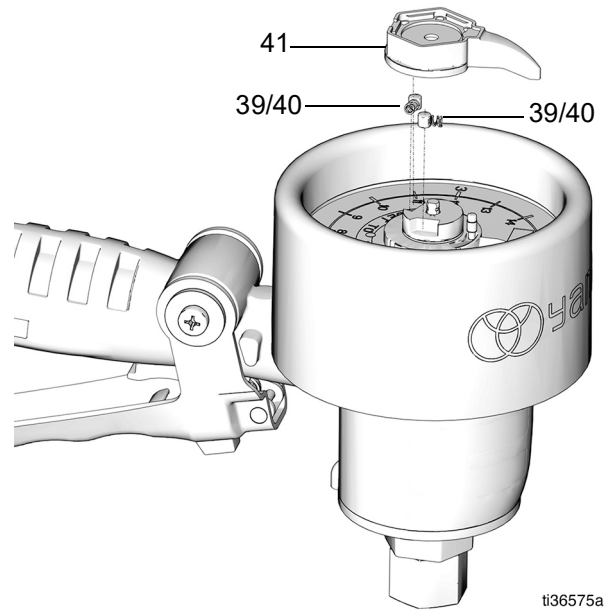

図 9
3. 指針 (41)、スプリング (39)、およびピン (40) を取り外します (図 9)。